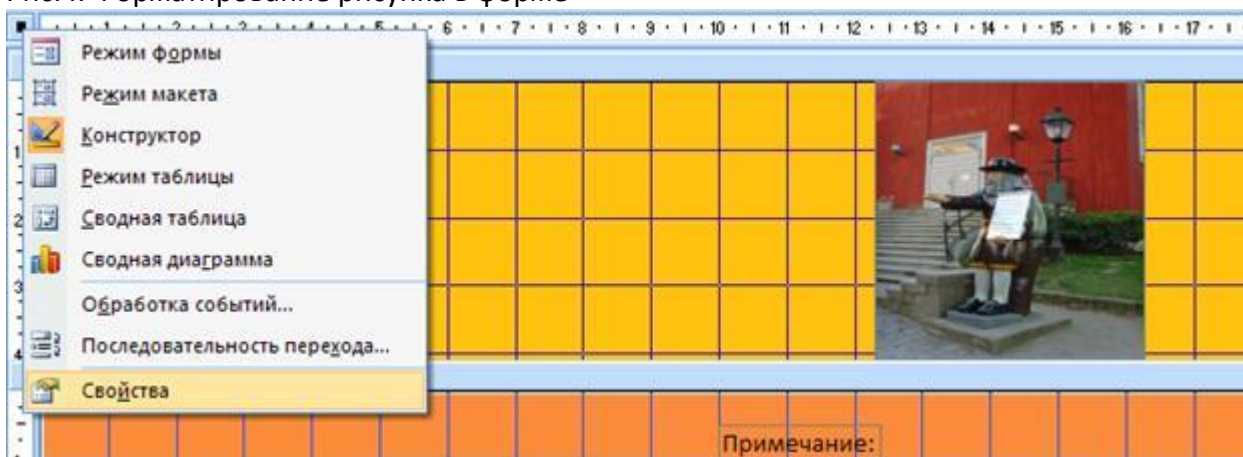

Рис.5. Свойства объекта ФОРМА
12. Можно добавить фоновый рисунок для всей формы. Вызовите список свойств ФОРМЫ как показано на рис.5 (щелкните в кнопку в левом верхнем углу формы).